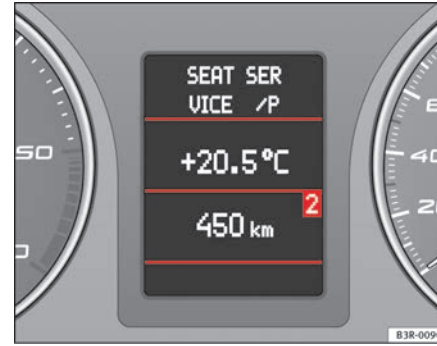

Abb. 64 Fahrerinformationssystem
- Mehrmaliges Drücken der **MODE**-Taste **B** wechselt zwischen den Betriebsarten und zeigt diese im Fahrerinformationssystem an ⇒ Abb. 64.